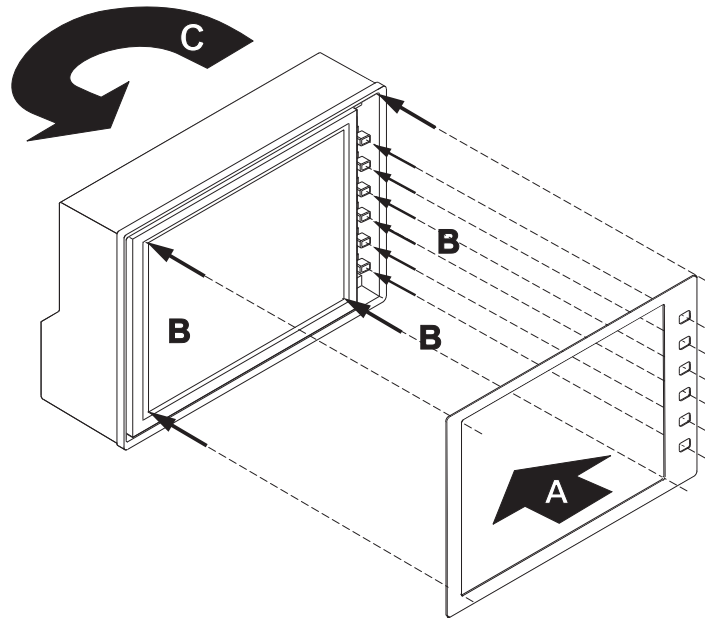

Bild D 7-8: Einsetzen und Befestigen der neuen Skala
7. Nehmen Sie die neue selbstklebende Skala (Ersatzteil-Nr. 167203) und entfernen Sie die Schutzfolie von der Rückseite (A). Die sechs kleinen Aussparungen der Skala müssen genau über die sechs Tasten platziert werden. Achten Sie auch darauf, dass die große Aussparung genau über der Anzeigefläche des Displays zu liegen kommt (B). Kleben Sie die Skala auf dem Display fest. Achten Sie darauf, die Tasten und das Display nicht zu beschädigen! Drehen Sie das Gehäuse wieder zurück in seine vorherige Position (C). (Bild D 7-8)